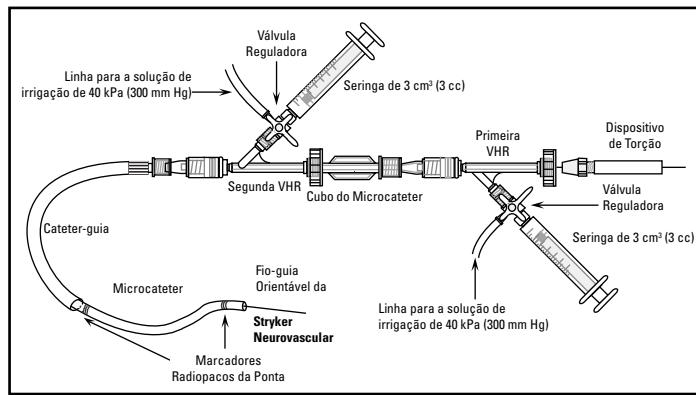

Figura 1. Exemplo de uma Configuração de Irrigação Contínua
4. Faça deslizar o dispositivo de torção sobre a extremidade proximal do fio-guia de acordo com a Figura 1 e prenda-o.
O ajuste recomendado para irrigação contínua encontra-se ilustrado na Figura 1. As VHR fornecem uma vedação para fluidos e são ligadas ao cateter-guia e ao microcateter. As válvulas reguladoras ligam-se ao braço lateral da VHR, o qual se transforma em portas de infusão para a injeção de soluções de irrigação ou de meio de contraste adequadas.
- Abra o parafuso de orelhas da VHR e, cuidadosamente, introduza o conjunto do microcateter e fio-guia através da VHR do cateter-guia (Segunda VHR na Figura 1). Aperte a válvula do anel em O à volta do microcateter, o suficiente para evitar refluxo, mas não demasiadamente apertada que impeça o avanço do microcateter.